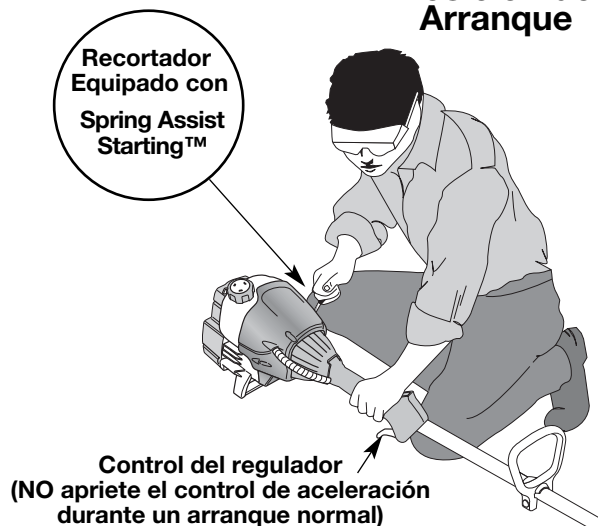

Fig. 8
ADVERTENCIA: Evite los arranques accidentales. Colóquese en posición de inicio cuando tire de la cuerda de arranque (Fig. 8). El operador y la unidad deben estar en una posición estable al arrancar la unidad para evitar graves lesiones personales. Compruebe que cualquier complemento usado se instale correctamente y que esté seguro, antes de poner en marcha la unidad.
5. Colóquese en la posición de arranque y **no apriete el control de aceleración** (Fig. 8). Hale el cordón de arranque con un **movimiento controlado y uniforme** hasta que el motor trate de arrancar. Repita hasta que el motor arranque.